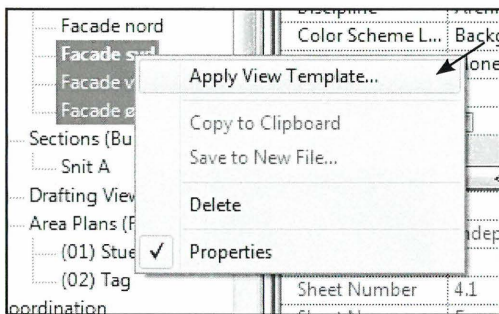

Fig. 14.09. Sæt de andre facade Views til den oprettede Template.
- Højreklik på en eller alle facader i Project Browseren (Fig. 14.09).
- Vælg Apply View Template (Fig. 14.09).